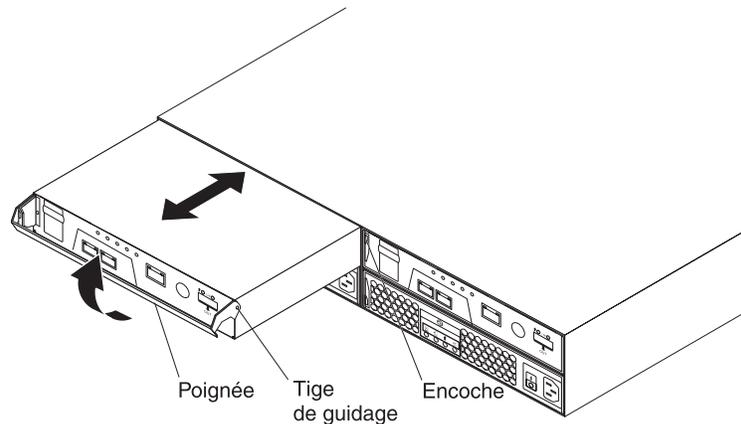

Figure 35. Retrait d'un contrôleur
- b. Tirez lentement sur la poignée pour l'écarter du boîtier et extraire le contrôleur de sa baie, comme illustré dans la figure 35.